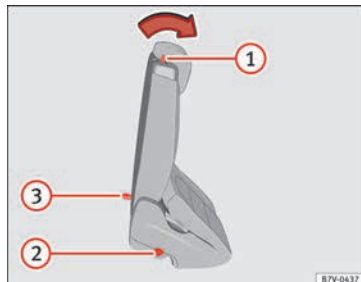

Abb. 159 Zweite Sitzreihe: Bedienungselemente der Einstieghilfe.
- Gegebenenfalls Gegenstände aus dem Fußraum der zweiten Sitzreihe entfernen »» ❶.
- Einstiegshilfe für die dritte Sitzreihe »» Abb. 159 ❶ nach vorn drücken und Rück Sitzlehne umklappen. Dieser Sitz klappt komplett nach vorn »» ⚠ und kann in Längsrichtung noch weiter nach vorn geschoben werden.
- Der Rücksitz muss sicher eingerastet sein, damit die Schutzwirkung der Sicherheitsgurte auf den hinteren Sitzplätzen gewährleistet ist. Die rote Markierung »» Abb. 159 ❷ darf nicht mehr sichtbar sein »» ⚠ in Rücksitze in Ladebodenposition klappen auf Seite 166.
Wenn der Hebel »» Abb. 159 ❶ außer Funktion ist, z.B. nach einem Unfall, können die Sitze der zweiten Sitzreihe von der dritten Sitzreihe aus nach vorn geklappt werden, um den Ausstieg aus der dritten Sitzreihe zu erleichtern »» ⚠.
- Schlaufe »» Abb. 159 ❸ nach hinten ziehen und Rücksitzlehne nach vorn klappen. Der komplette Rücksitz klappt nach vorn »» ⚠.
- Eine rote Markierung an der Seite des Sitzes »» Abb. 159 ❷ signalisiert eine nicht eingerastete Lehne. Die rote Markierung darf im korrekt eingerasteten Zustand nicht sichtbar sein.